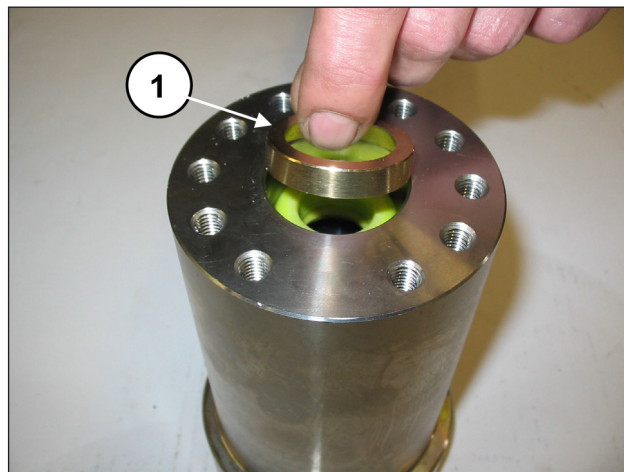
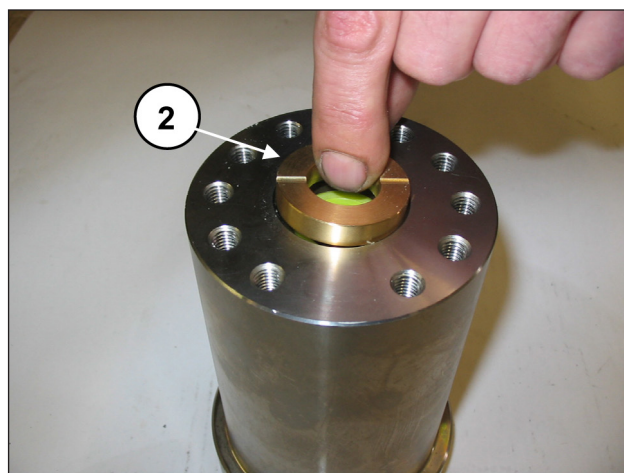
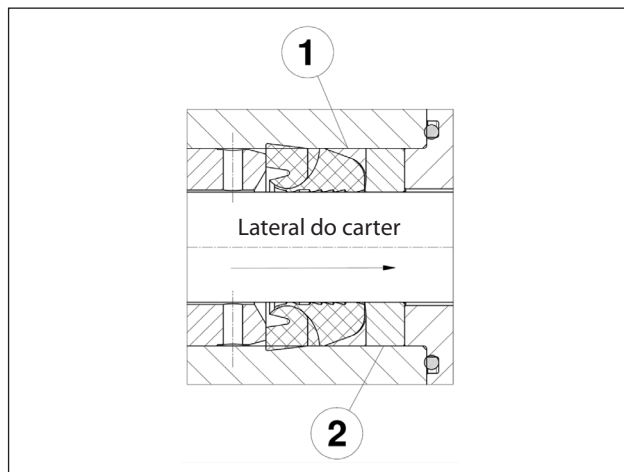

Fig. 136
Fig. 137
Fig. 138
Introduza o anel anti-extrusão e a bússola do ferro (pos. ① e ②, Fig. 136, Fig. 137 e Fig. 138).
A bússola das vedações ② deve ser introduzida na camisa com as duas descargas de frente para a parte exterior (lateral do carter), conforme indicado na Fig. 137.